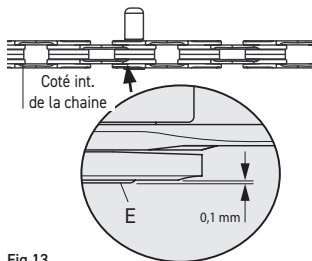

Fig.13
Afin de ne pas abîmer irrémédiablement la chaîne, **NE VISSEZ PAS** l'outil au-delà de la butée. Laissez la bague **ULTRA-LINK 5-CN-SR700 (E)** dépasser de 0,1 mm sur le côté interne du maillon (Fig. 13).